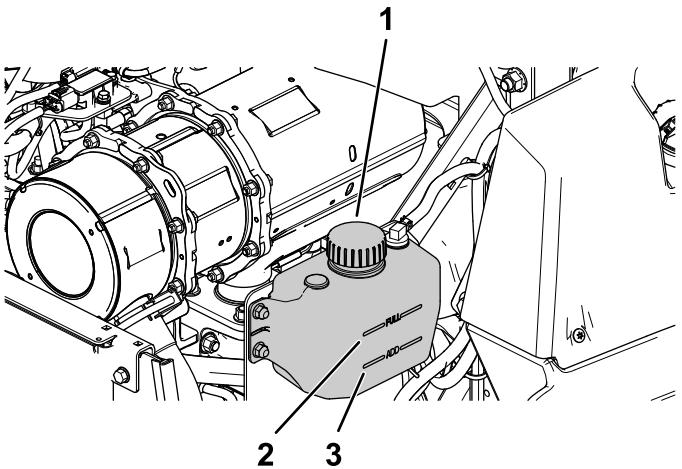

Figure 57
3. Si le niveau du liquide de refroidissement est trop bas, enlevez le bouchon du vase d'expansion et faites l'appoint de liquide spécifié (Figure 57).
2. Vérifiez le niveau du liquide de refroidissement dans le vase d'expansion (Figure 57).